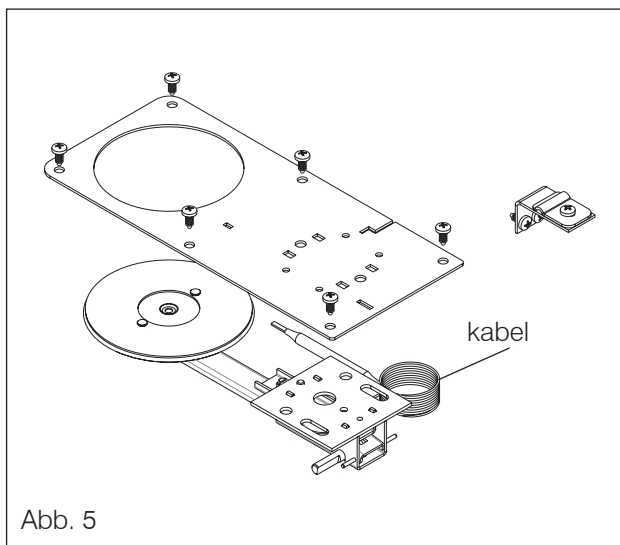

Abb. 5
- Montieren Sie das Thermostatventil mit dem beiliegenden Blech, sofern es noch nicht installiert wurde (Abb. 5 - 6).